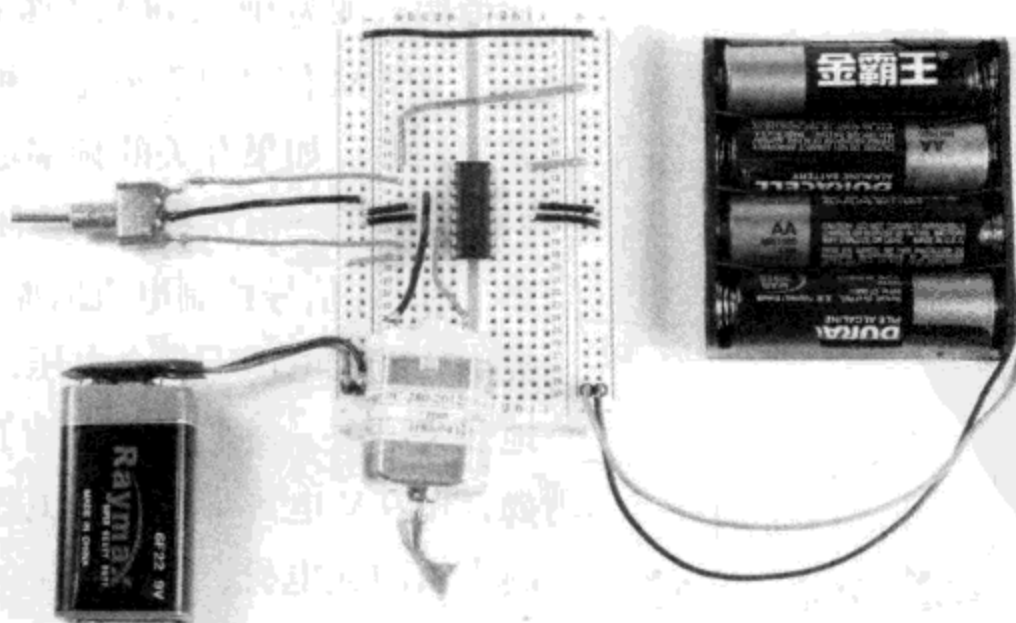

图6.22 用SPDT和H桥控制电机的方向
- (3) 将跳线焊到 SPDT 上。本例中此开关的两边端子焊红线，中间焊黑线。
- (4) 将 SPDT 的两根红线接到 H 桥引脚 2 和 7 对应的行。中间的黑线接到面包板标“-”的那列。接好的电路如图 6.22 所示。确保 SPDT 在面包板中间位置。
- (5) 用跳线将引脚 4、5、12 和 13 接到“-”列。
- (6) H 桥需 5 V 的电压。如果用图示的碱性 AA 电池，如电压达 6 V 也可以用（如果是 4 节充电电池，电压为 4.8 V，同样可以用）。将电池组的黑线接面包板右侧的地，红线接右边的电源。